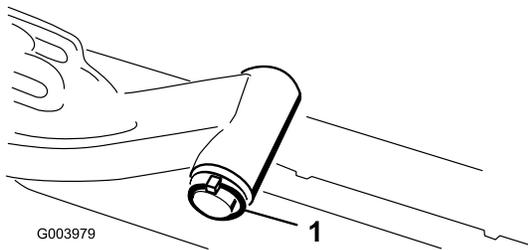

図 9
A. 昇降アームのピボット・シャフトを昇降アームに固定しているリンチ・ピンとワッシャを外し、昇降アームからピボット・シャフトを抜き出す (図 9)。
C. 昇降アームのシャフトを昇降アームに差し込み、ワッシャとリンチ・ピンで固定する (図 9)。